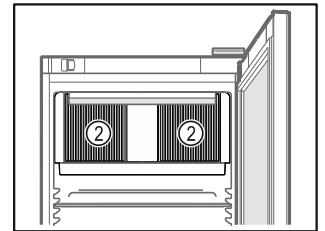

Fig. 62
- Дръжте вентилационните отвори Fig. 62 (2) на циркуляционния вентилатор във вътрешността свободни.